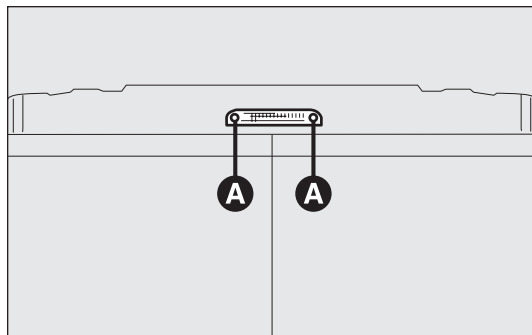

рис. 196
- ☐ отвинтите два крепежных винта А – рис. 196;